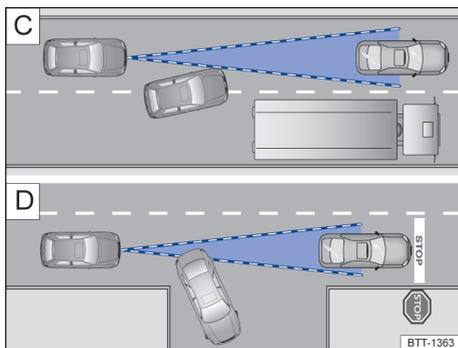

Fig. 101 [C] Mudança de faixa. [D] Veículo virando ao parado.
Por exemplo, se um veículo detectado pelo ACC virar ou mudar de faixa, e se houver um veículo parado à frente deste veículo, o ACC não reagirá ao veículo parado → Fig. 101 [D].
- Veículos que mudam para a faixa onde você se encontra com pouca distância do veículo → Fig. 101 [C].